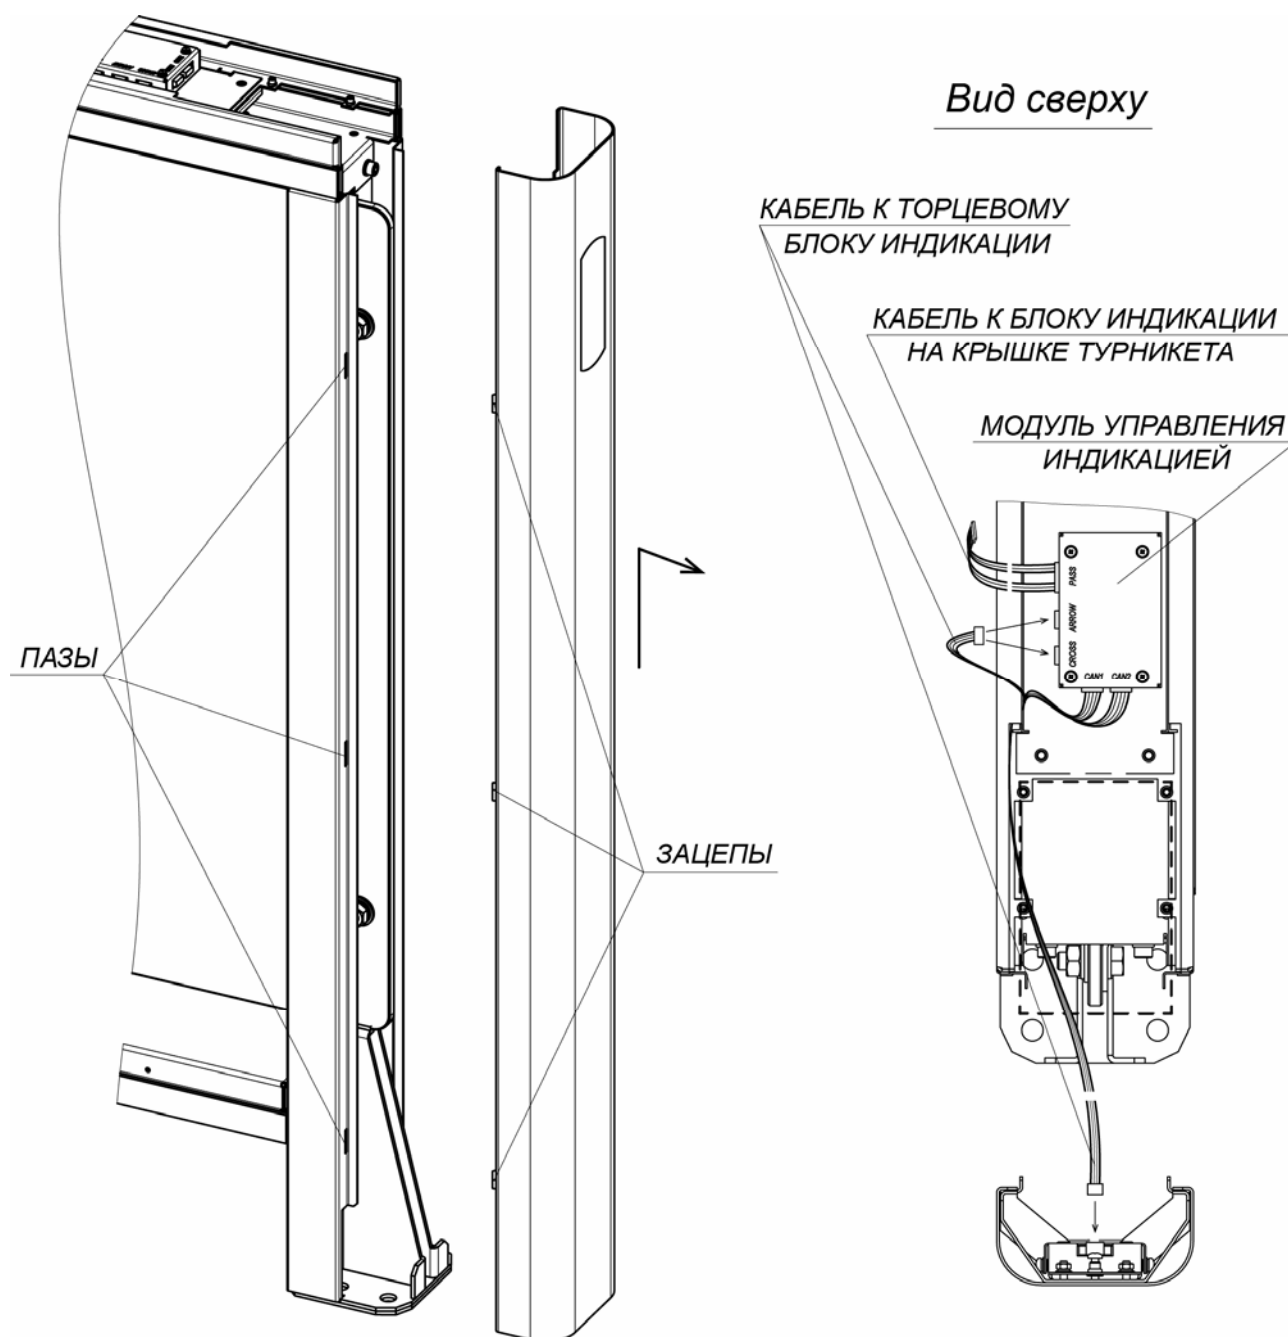

Рисунок 19. Снятие передней панели боковой стойки
24. Установите на свои места передние панели боковых стоек (8) (разд. 8.9.2). После установки проверьте, чтобы верхний край панелей находился на одном уровне с корпусом секции. Панель с торцевым блоком индикации устанавливается с того края секции, где находится модуль управления индикацией, который закреплен на одной из двух стальных защитных пластин в верхнем коробе (см. рис. 19). При этом к торцевому блоку индикации необходимо подсоединить соответствующий соединительный кабель от модуля управления индикацией. Для отображения на торцевом блоке индикации белой стрелки соединительный кабель должен быть подключен к разъему **ARROW** модуля управления индикацией, для отображения красного креста – к разъему **CROSS** (см. разд. 5.2.2, 8.9.2, рис. 19).
Для снятия передней панели боковой стойки (8) – сдвиньте ее вдоль стойки вверх и затем на себя, выводя зацепы панели из пазов в боковой стойке (см. рис. 19). Осторожно, не повредите соединительный кабель! Отсоедините разъем соединительного кабеля от платы блока индикации.
Перед монтажом крышки стеклянной (10) необходимо проверить, подключены ли к модулю управления индикацией все необходимые соединительные кабели (см. рис. 19, разд. 8.9.2).
- подключите соединительный кабель от модуля управления индикацией (разъем “PASS”, рис. 19) к блоку индикации крышки.